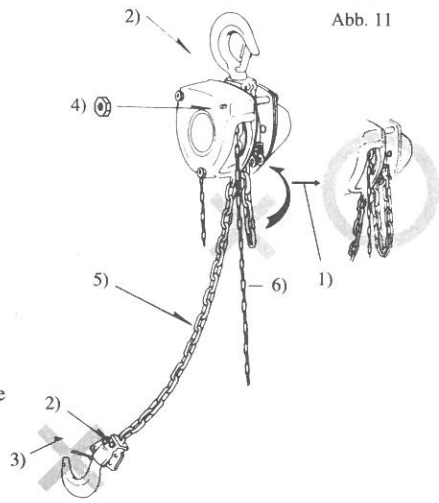

Abb. 11
10) Führe vor dem Betrieb des Kettenzuges eine Regelinspektion durch. Siehe die tägliche Inspektion und Abb. 11.